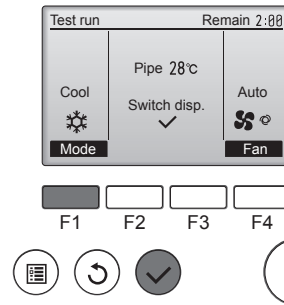

Fig. 8-3
- 1 Çalıştırma modunu değiştirmek için [F1] düğmesine basın. (Fig. 8-3)